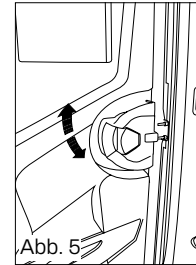

Abb. 5
- Senken Sie den Hebel **A**, um das Schloss zu entriegeln (Abb. 5)
(Abb. 5)